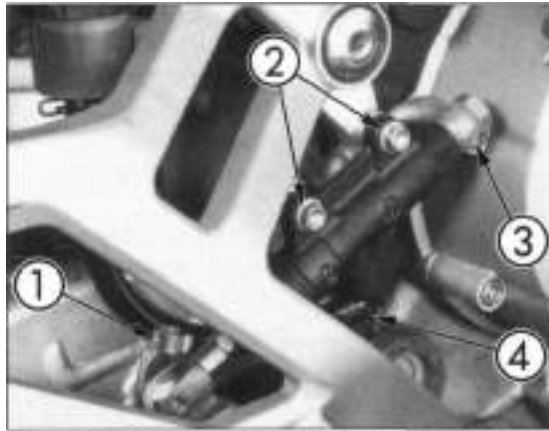

Bild 51
- Zum Korrigieren die Gegenmutter mit dem Gabelschlüssel lösen, Sicherungsklammer der Gewindespindel ausfedern (Bild 51) und Verbindungsbolzen aus Gelenk nehmen. Gewindespindel ein- oder ausdrehen, bis gewünschte Pedaleinstellung erreicht ist.